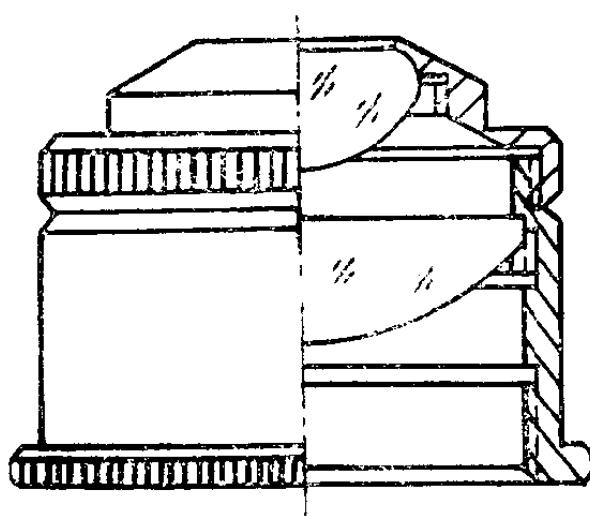

图1—4 聚光器剖视图
(3)聚光器 又叫集光器。主要由聚光镜和可变光栏组成(图1—4)。